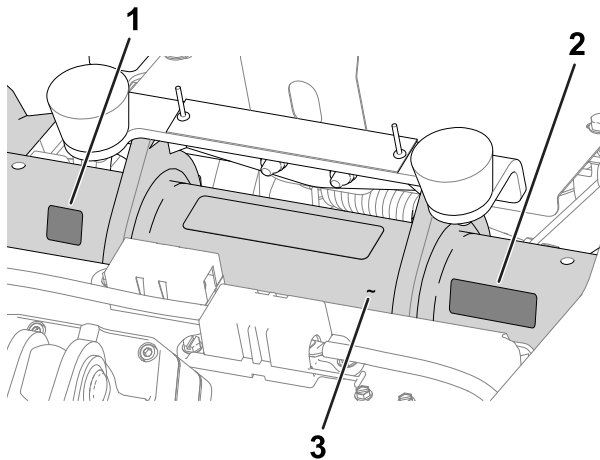

Figure 11
- **Autocollant de l'année de production et autocollant CE/UKCA** : apposez les autocollants sur le tube du cadre sous le siège et la plaque du numéro de série; voir Figure 11.